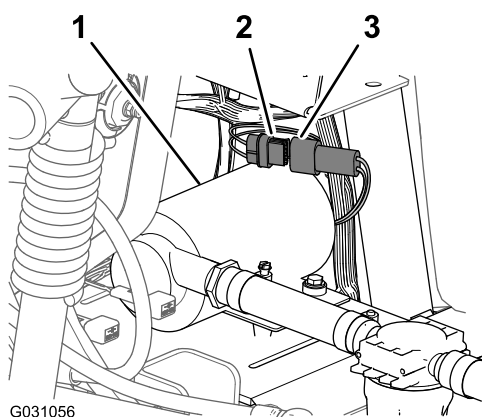

Bild 238
1. Schließen Sie den 6-Stift-Stecker des Kabelbaums der Spülpumpe vom 6-Buchsen-Stecker des hinteren Hauptkabinenkabelbaums ab (Bild 238).